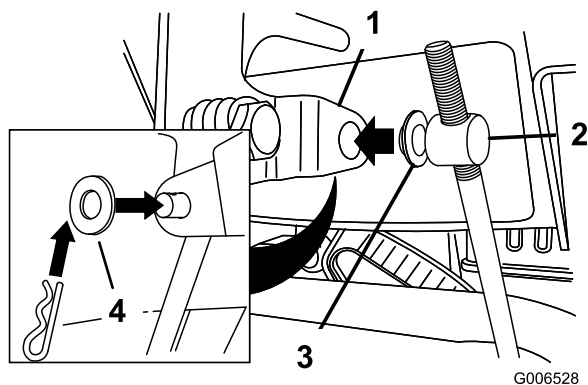

Figure 12
3. Retirez la goupille fendue et la rondelle extérieure du tourillon à l'extrémité supérieure de la tige de commande de vitesse (Figure 12).
**Remarque:** Pour faciliter l'installation, laissez la rondelle plate sur le tourillon (Figure 12).
6. Soulevez la tige de commande de vitesse et insérez le tourillon dans le trou du levier sélecteur de vitesses (Figure 12).
- B. Retirez le tourillon du sélecteur de vitesses (Figure 12).
- C. Tournez le tourillon vers le bas (sens horaire) sur la tige de commande de vitesse (Figure 12).
- D. Remettez le tourillon sur le sélecteur de vitesses (Figure 12).